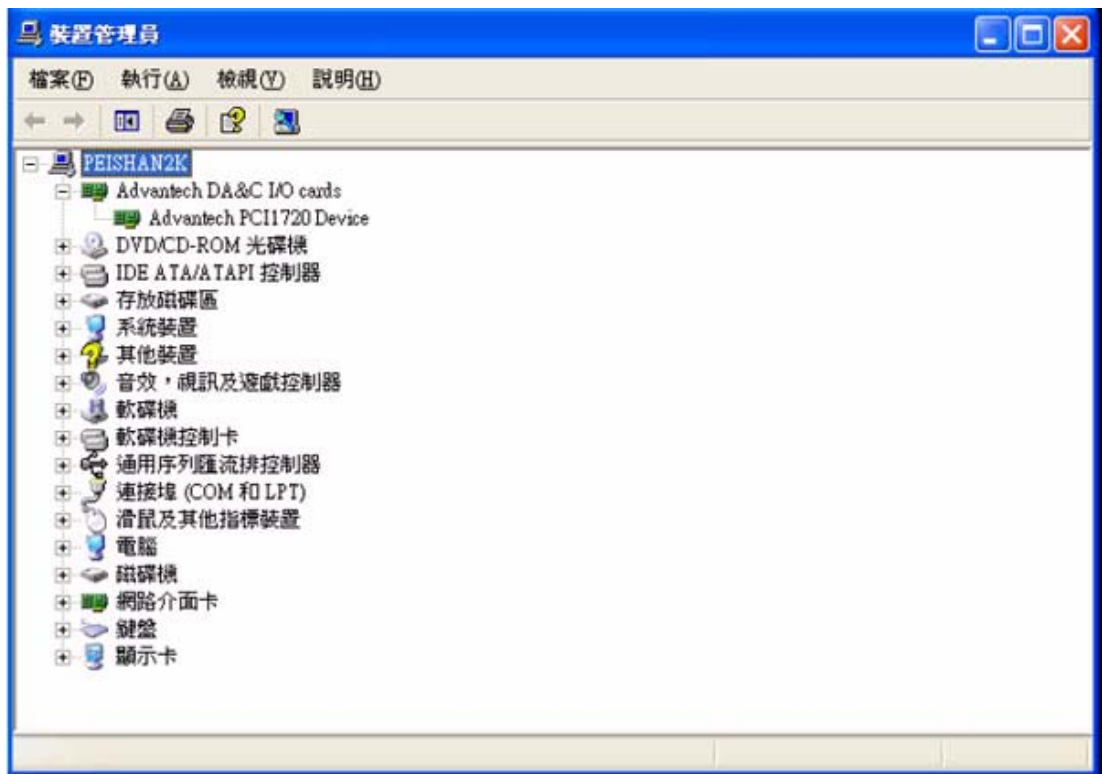

图 2.3：设备管理器上列出的设备名
2. 用户可在 *Installed Devices* 列表框中看到已安装的设备。如果没有安装设备，这列表为空，如下图（图 2.3）所示。